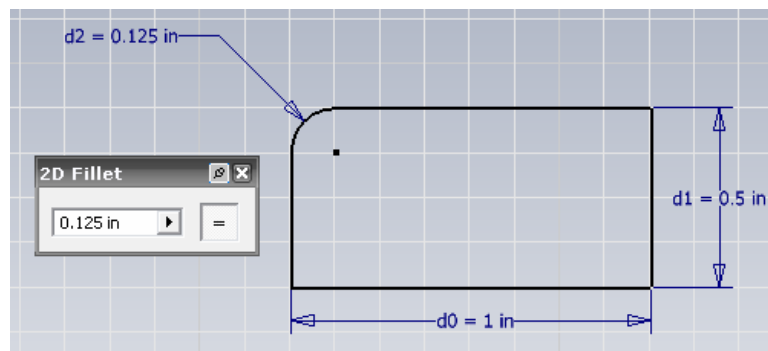

Figura 3.12 Fileteado de un rectángulo.
- Seleccione 2 líneas del rectángulo para crear el filete, figura 3.12.